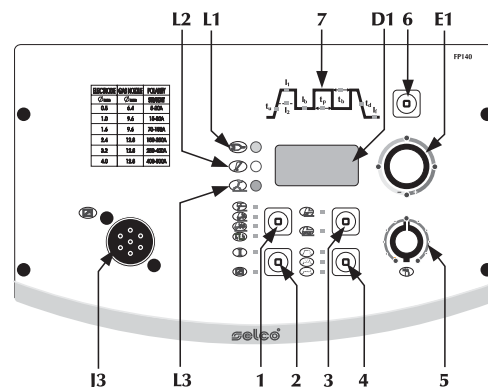

Abb. 2
2.1.2 Vorderes Schaltfeld FP140 (Abb. 2)